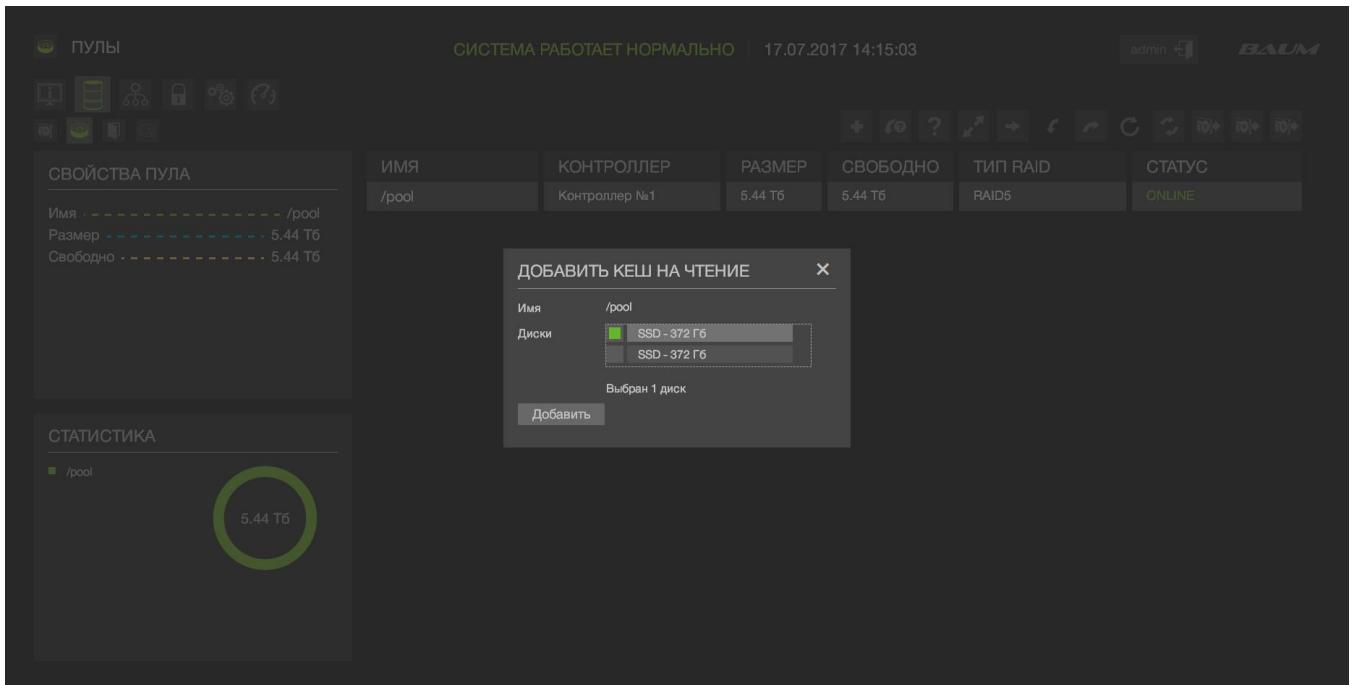

Рисунок 22 - Добавление в пул кэш на чтение
- 3) В нажать на кнопку слева «Добавить диски в кэш на чтение» (см. Рисунок 22).